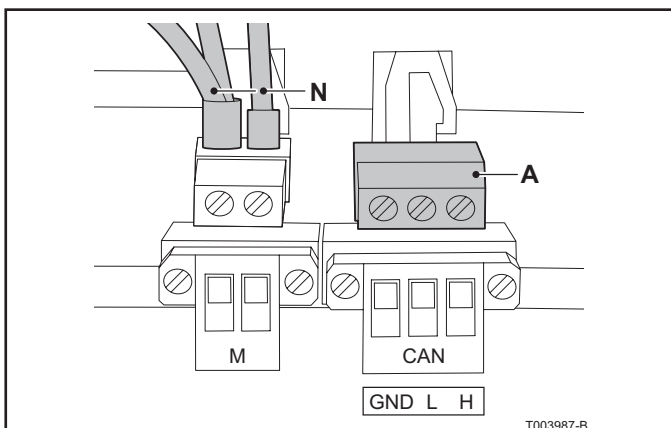

Fig. 28 Conexión del cable de bus CAN en la GEP (vista de la guía DIN desde delante)
9. Conecte los tres hilos de colores de acuerdo con el código de colores de *Tabla 07* a los tres terminales H, L y GND del conector de tres polos (consulte A en la Fig. 28).